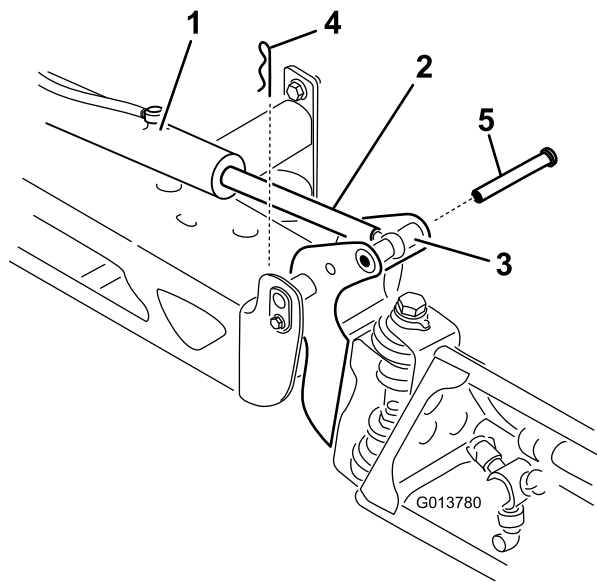

Figura 63
2. Retire el pasador de horquilla del pasador de giro (Figura 63).
- Levante el brazo y retire el pasador (Figura 63). Baje el brazo lentamente al suelo.
- Eleve el brazo para alinear el pivote con el émbolo del actuador. Sujetando el brazo, introduzca el pasador a través del pivote del brazo y del émbolo del actuador (Figura 63).